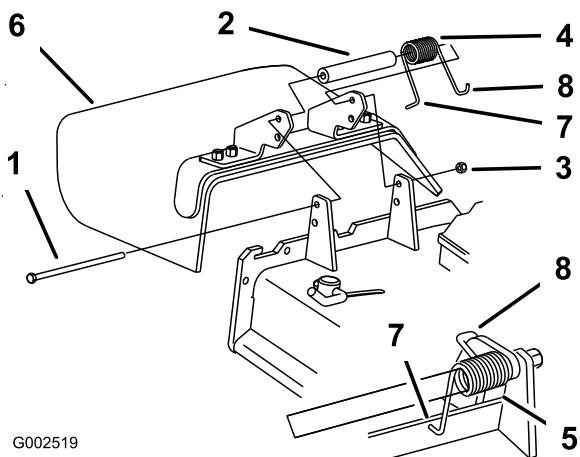

Figura 44
1. Retire la contratuerca, el perno, el muelle y el espaciador que sujetan el deflector a los soportes de pivotе (Figura 44).
Nota: Asegúrese de colocar el extremo en **L** del muelle detrás del reborde de la carcasa antes de instalar el perno, según muestra Figura 44.
5. Coloque el extremo en **J** del muelle alrededor del deflector de hierba (Figura 44).